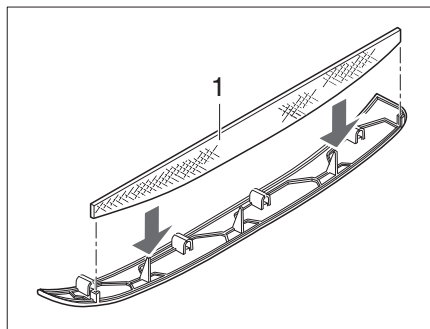
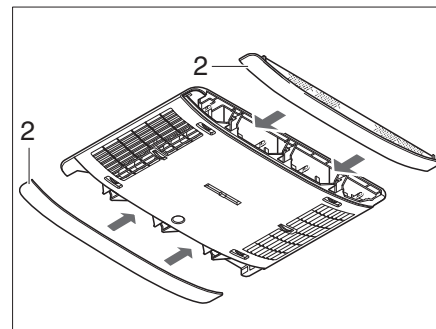

Bild 164 Flusenfilter Klimaanlage
Bild 165 Paneelen Klimaanlage
In den seitlichen Paneelen (Bild 165,2) befinden sich zwei Flusenfilter. Die Flusenfilter müssen in regelmäßigen Abständen, mindestens jedoch alle 6 Monate, gereinigt und bei Bedarf gewechselt werden.
- Paneele (Bild 165,2) vom Luftverteiler abziehen und Flusenfilter (Bild 164,1) reinigen oder bei Bedarf wechseln.